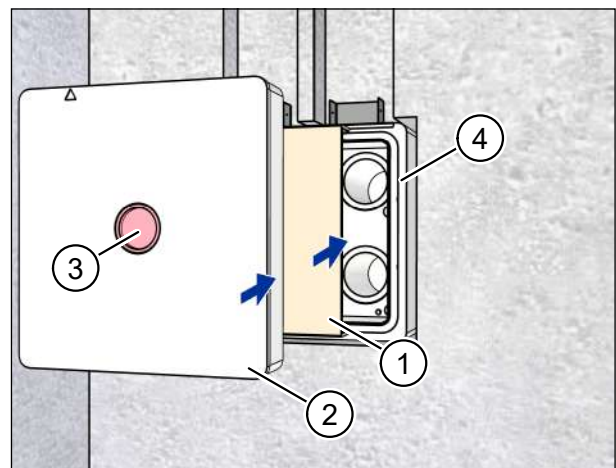

Abb. 23: Kartoneinlage und Putzschutzdeckel einsetzen
- ▶ Setzen Sie die Kartoneinlage (Pos. 1 in Abb. 23) in den Mauerkasten (Pos. 4 in Abb. 23) bis zum Anschlag ein.
- ▶ Setzen Sie den Putzschutzdeckel (Pos. 2 in Abb. 23) in den Mauerkasten (Pos. 4 in Abb. 23) bis zum Anschlag ein.
- ▶ Kontrollieren Sie, dass der rote Signaldeckel (Pos. 3 in Abb. 23) im Putzschutzdeckel sitzt.